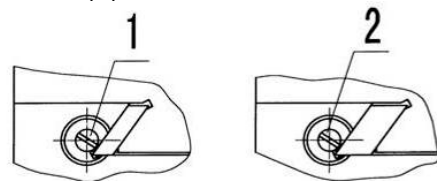

Рис. 12
7.1.1 Регулировка клиновой планки, Рис.12: Ослабьте винт (1) со стороны меньшей клиновой планки, регулируйте зазор винтом (2) со стороны большей клиновой планки до тех пор, пока не будет ощущаться небольшое сопротивление при перемещении, затем затяните винт (1).